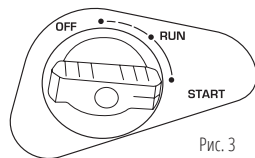

Рис. 3
4. Поверните ручку воздушной заслонки в положение START. (Рис. 3)